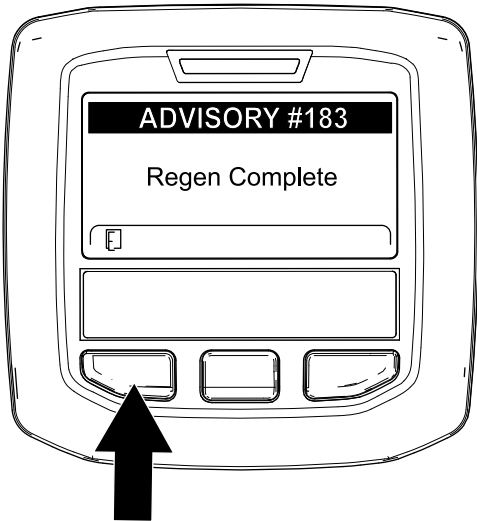

Figura 61
- Cuando la computadora del motor finaliza una regeneración estacionaria o de recuperación, el InfoCenter muestra el Aviso N° 183 (Figura 61). Pulse el botón izquierdo para salir de la pantalla de inicio.
Nota: Si la regeneración no se completa, el InfoCenter muestra el Aviso N° 184 (Figura 61). Pulse el botón izquierdo para salir de la pantalla de inicio.